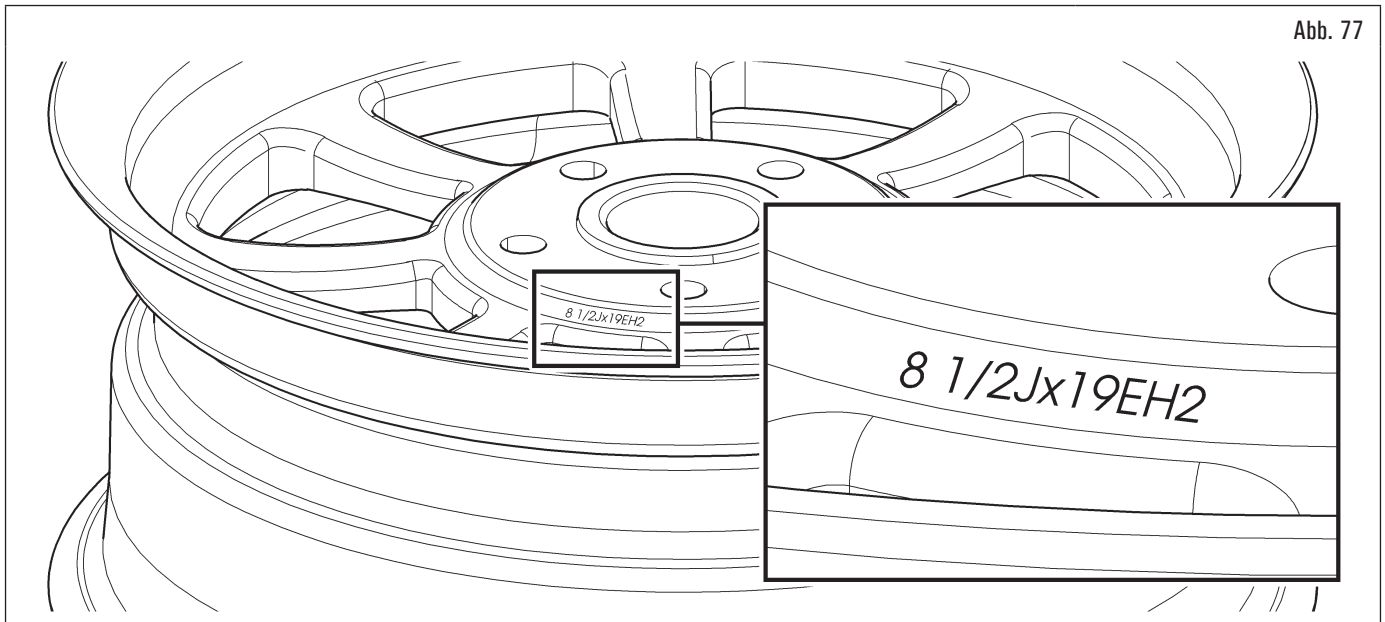

Abb. 77
- Überprüfen Sie die Abmessungen der Felge und des Reifens (Abb. 77) und den Typ des Drucksensors, falls vorhanden.